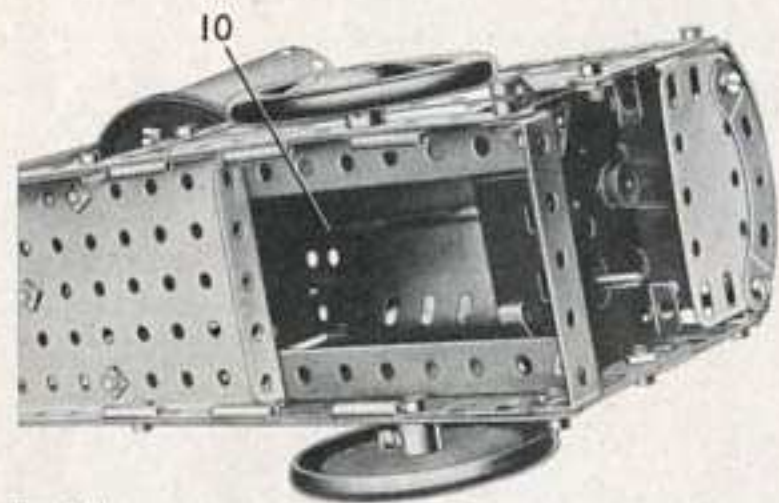

Fig. 4.1b
La cuve est entraînée par un moteur Magic boulonné sur les bandes de 25 trous à une des extrémités du châssis (Fig. 4.1b). L'entraînement s'opère grâce à une poulie de 12 mm. montée sur un axe (10) constitué par deux tringles de 9 cm. réunies par un raccord de tringles. Cette tringle passe à une de ses extrémités dans une bande de cinq trous boulonnée au travers des deux bandes de 11 trous qui supportent la trémie. L'autre extrémité de la tringle passe dans une plaque semi-circulaire boulonnée sur le flasque intérieur du moteur Magic. La tringle porte une poulie de 25 mm. (11) munie d'un anneau de caoutchouc disposé de façon à appuyer sur la gorge de la poulie (6). La poulie de 12 mm. est fournie avec le moteur Magic. Les côtés du capot sont constitués par les deux moitiés d'une plaque à charnières (12), des plaques flexibles de 14x6 cm. (13) et une plaque flexible de 6x4 cm. (14). Le dessus est constitué par deux plaques cintrées de 43 mm. de rayon et deux plaques de 6x6 cm. légèrement incurvées et fixées sur des équerres à 135° elles-mêmes montées sur les côtés. Ces côtés sont bordés par des bandes de 11, de 5 et de 7 trous, et le dessus est renforcé par des bandes cintrées à glissières.